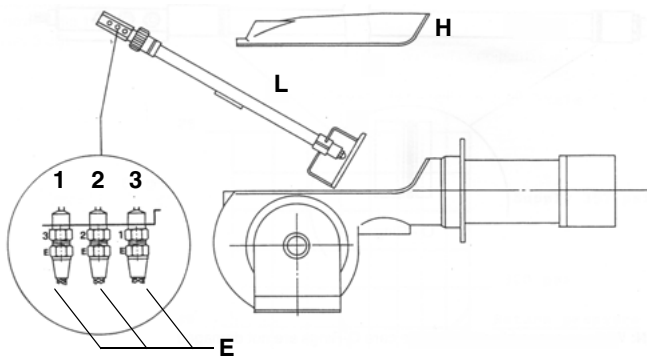

Fig. 14
- Svitare i connettori nafta E (Fig. 14) che fissano i flessibili nafta alla lancia L e rimuovere il gruppo completo come mostrato in figura.